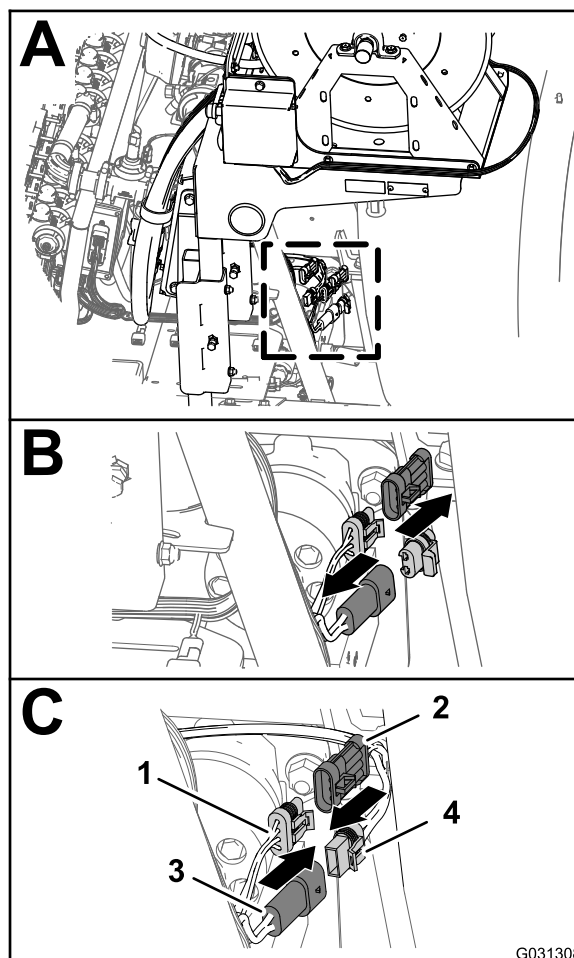

Figure 145
1. À l'arrière de la machine, localisez le faisceau de câblage du kit dévidoir électrique à l'arrière de la cuve du pulvérisateur (A de Figure 145).
2. Enlevez l'obturateur du connecteur à 2 broches du faisceau principal arrière associé à l'alimentation du dévidoir (B de Figure 145).
3. Rebranchez le connecteur à 2 douilles du faisceau associé au dévidoir électrique au connecteur à 2 broches du faisceau principal arrière (C de Figure 145).
4. Enlevez le chapeau du connecteur à 3 douilles du faisceau principal arrière associé à l'interconnexion du faisceau de pulvérisation (B de Figure 145).
5. Rebranchez le connecteur à 3 broches du faisceau associé au dévidoir électrique au connecteur à 3 douilles du faisceau principal arrière (C de Figure 145).